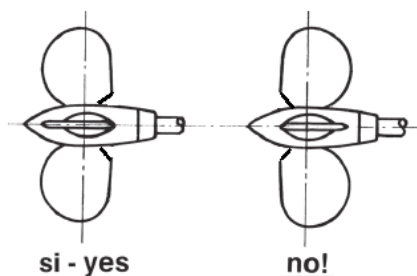

Fig. 2
- d. Orientate le pale nella loro posizione di bandiera (cioè perfettamente allineate con l'asse del corpo dell'elica), facendo attenzione che il loro profilo sia come quello mostrato in fig. 2.
- In posizione di bandiera le pale devono essere perfettamente allineate ed orientate come in fig. 2